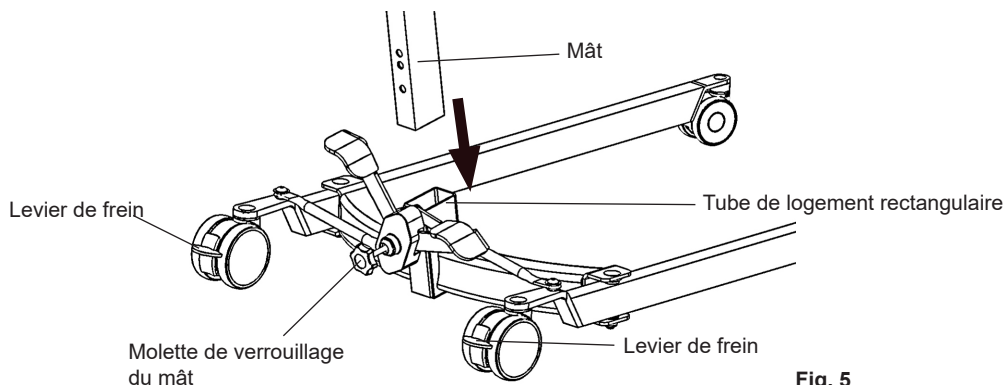

Fig. 5
2. Enclenchez les freins des roulettes : il suffit pour cela d'abaisser les leviers de frein (Fig. 5).
3. Installez le mât sur le châssis. Le mât se glisse dans le tube de logement rectangulaire situé au centre du châssis. (Fig. 5 - modèle manuel illustré ici).
4. Une fois que le mât est entièrement enfoncé dans son tube de logement, tournez la molette de verrouillage (Fig. 5) à fond.